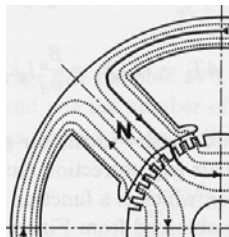

Fig. 1
4. ¿Qué representa la Fig.1? En base a la figura, establecer la relación de los A-v en el circuito magnético por polo en carga. (0,4 ptos)